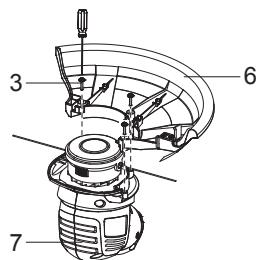

Fig. 2
> Monte la Guarda de protección (6) en el Cabezal del cortabordes (7). Para ello, alinee los orificios de los tornillos presentes en la guarda de protección con los orificios roscados presentes en el cabezal. Seguidamente, fije la guarda en su sitio utilizando los tres (3) Tornillos suministrados (Fig. 2).